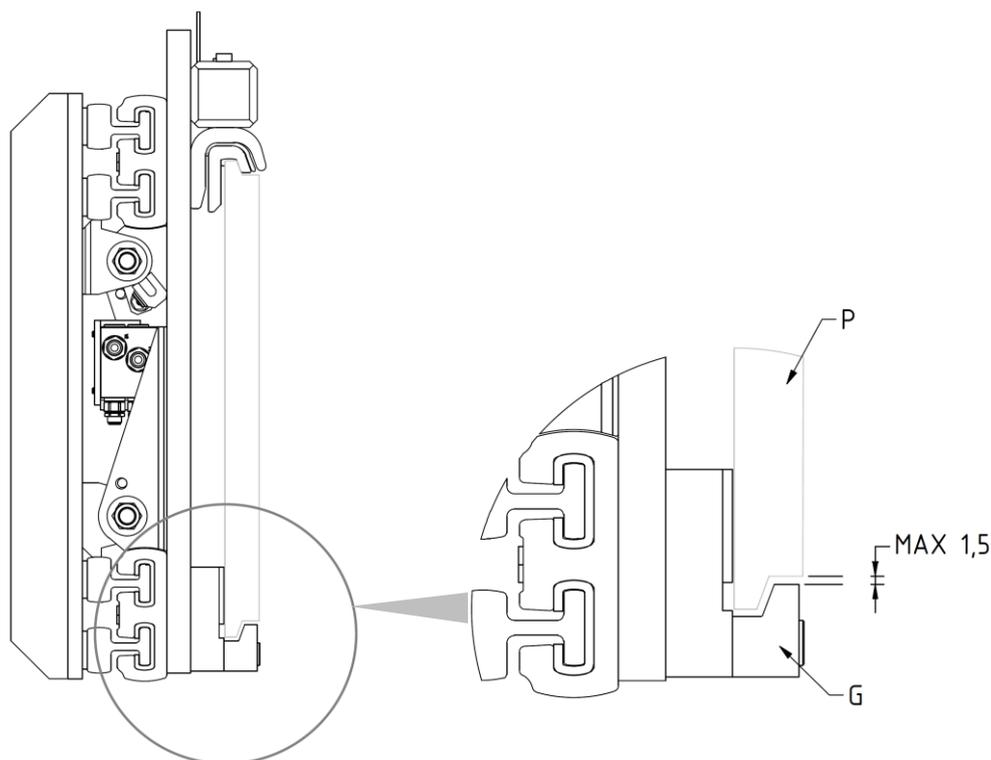

Abbildung 8
9. Schrauben Sie die 2 unteren Haken **G** wieder an, so dass sie unterhalb des Gabelträgers **P** befestigt werden (mit max. Spiel 1,5mm wie in *Abbildung 8*); für das Anziehen bitte das in *Tabelle 4* angegebene Anzugsmoment beachten.
3. Überprüfen Sie das Spiel zwischen der Unterkante des Gabelträgers und den unteren Haken des Anbaugeräts und stellen Sie sicher, dass es den Angaben in *Abbildung 4* (auf S. 14) und in *Abbildung 8* (auf S. 14) entspricht. Arbeiten Sie gegebenenfalls daran, die Schrauben festzuziehen.